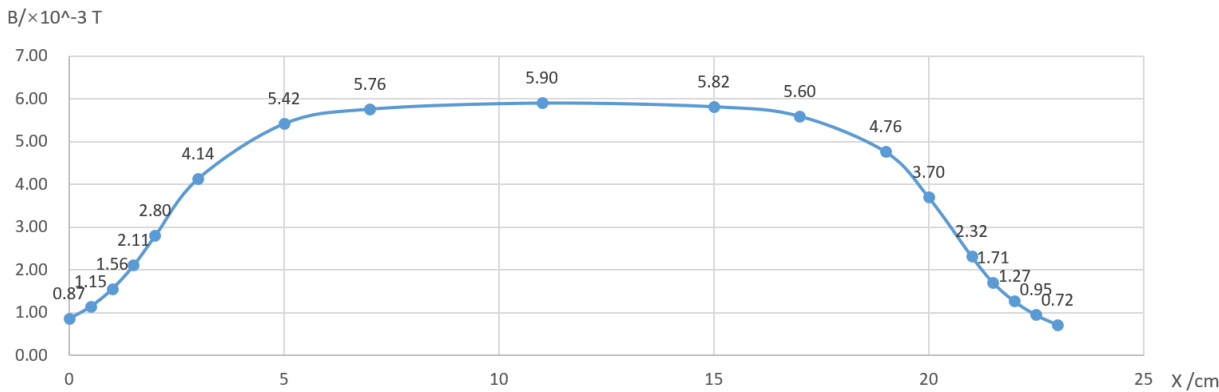

图 7 螺线管轴线上磁场分布曲线
2、螺线管轴线上磁场分布曲线如图 7 所示。从磁场分布曲线可以看出，远离端点的位置（5-17cm）磁感应强度  $B$  大致相同；越靠近两端，磁感应强度  $B$  越小。